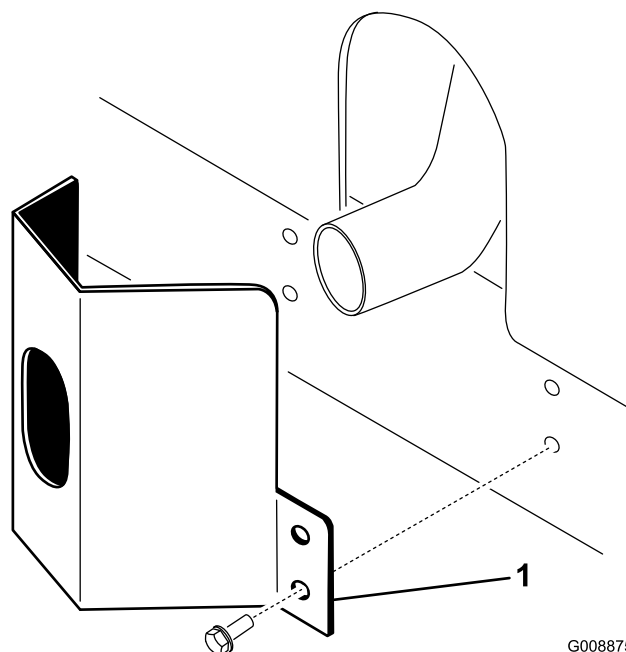

Figura 11
os orifícios de montagem com os orifícios no chassis (Figura 11).
2. Prenda a cobertura do escape ao chassis utilizando 4 parafusos autoroscantes (Figura 11).